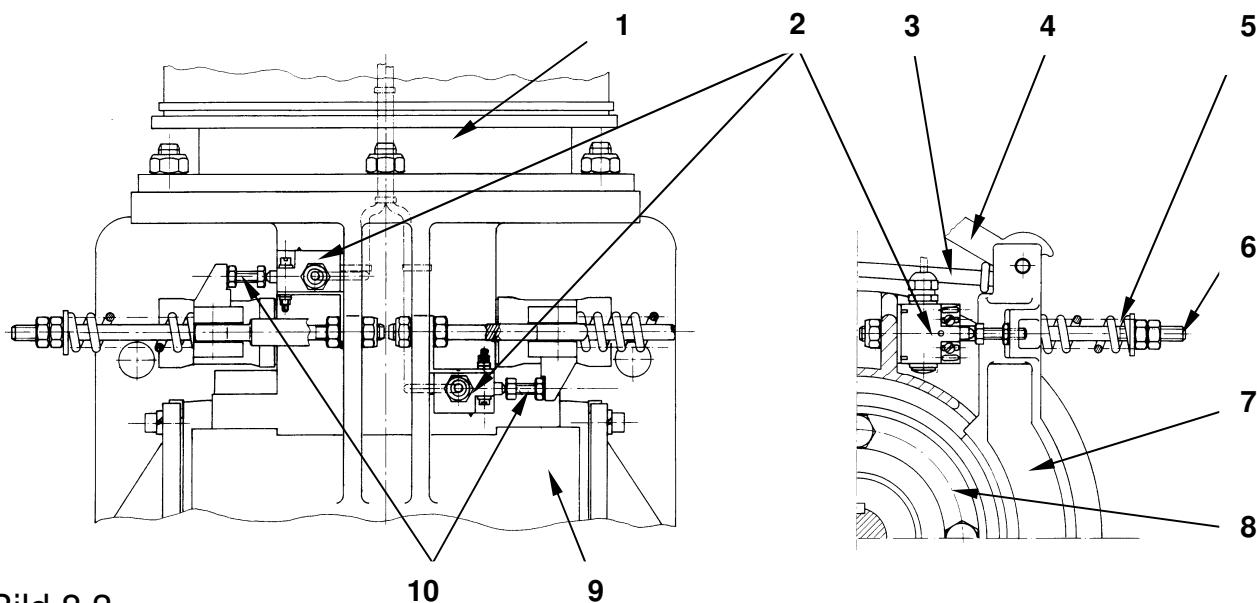

Bild 8.3
2. Bei Winden der W- Reihe (W191; W263; W332) Sensoren mit Winkeln an der Druckstange für die Bremsfeder befestigen. Siehe Bild 8.3
- Hinteren Lagerdeckel (Bild 8.3 Pos.1) an der Winde und Scheibe (Pos.2) am Schneckenwellenende abschrauben.
⇒ Siehe Darstellung Bild 8.3